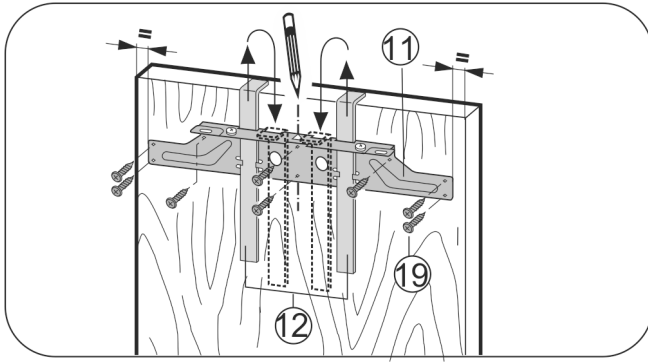

Fig. 26
- ▶ Objesite pričvrсну poprečnu letvicu Fig. 26 (11) pomoću montažnih pomagala Fig. 26 (12) na unutarnju stranu vrata namještaja.
- ▶ Poravnajte pričvrсну poprečnu letvicu Fig. 26 (11) u sredini na vratima.
- ▶ Pričvrstite pričvrсну poprečnu letvicu Fig. 26 (11) s najmanje 6 vijaka Fig. 26 (19).
- ▶ Pričvrstite pričvrсну poprečnu letvicu Fig. 26 (11) s najmanje 4 vijaka Fig. 26 (19) na rubu.
- ▶ Pomoćne kutnike Fig. 26 (12) izvucite prema gore, okrenite na suprotnu stranu i ugurajte u susjedne otvore.